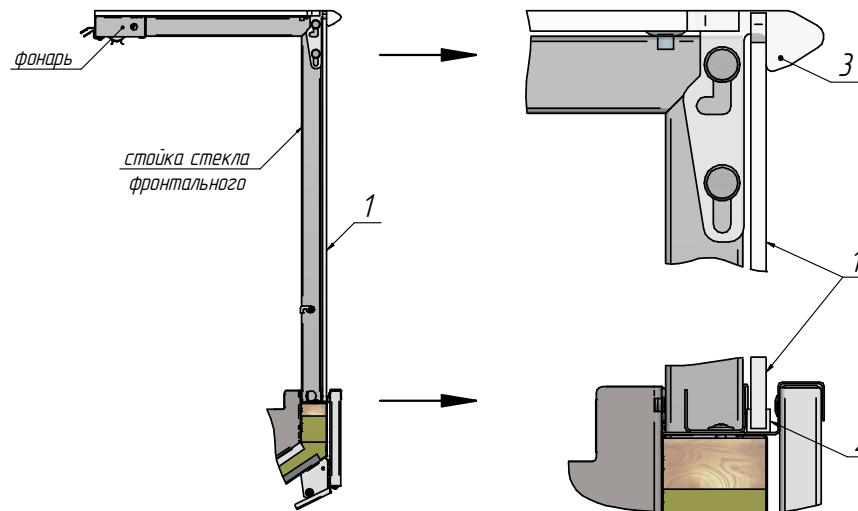

Рисунок 5
11. Установить стекла фронтальные (1) зафиксировав их зацепами стекла (3). Перед установкой на низ стекла надеть профиль силиконовый (2). (См. рисунок 5)